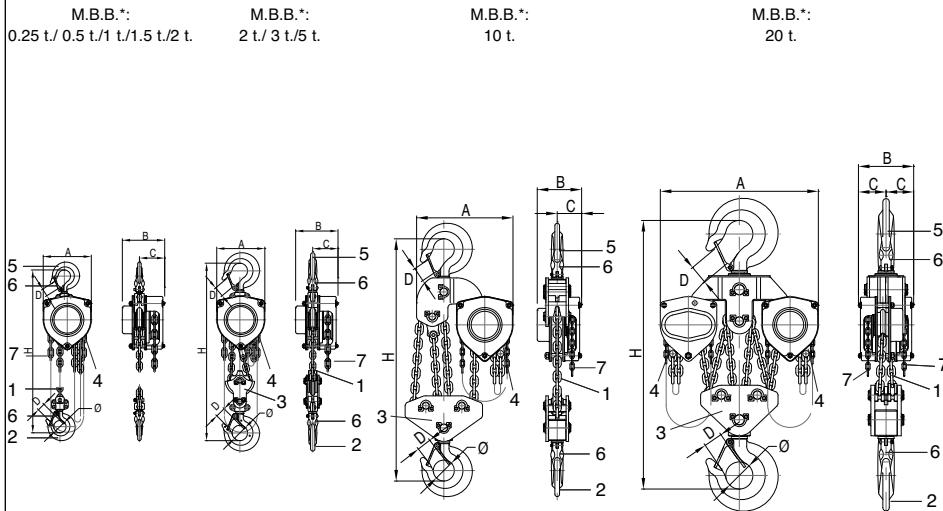

fig. 1
Tralift™ taljen leveres med en løftekæde (nr. 1, fig. 1) og en manøvreringskæde (nr. 7, fig. 1) kompatibel med en standard løftehøjde på 3 m.
for enden ved lasten (nr. 2, fig. 1) og ved den anden ende (for enden af den slappe streng) er løftekæden fastgjort ved et nederste endestop (nr. 4, fig. 1) som igen er fastgjort til apparatet.
3. Kontroller at krogene (nr. 2, fig. 1) og sikkerhedspalerne er i god stand (nr. 6, fig. 1).
4. Kontroller, at løftekædens ende ved den slappe streng er sat fast på apparatets nederste endestop (nr. 4, fig. 1).
1. Kontroller, at Tralift™ taljen er hængt korrekt op i krogen (nr.5, fig.1) og at sikkerhedspalen (rep.6, fig.1) er lukket korrekt (se figur 2 og 3).